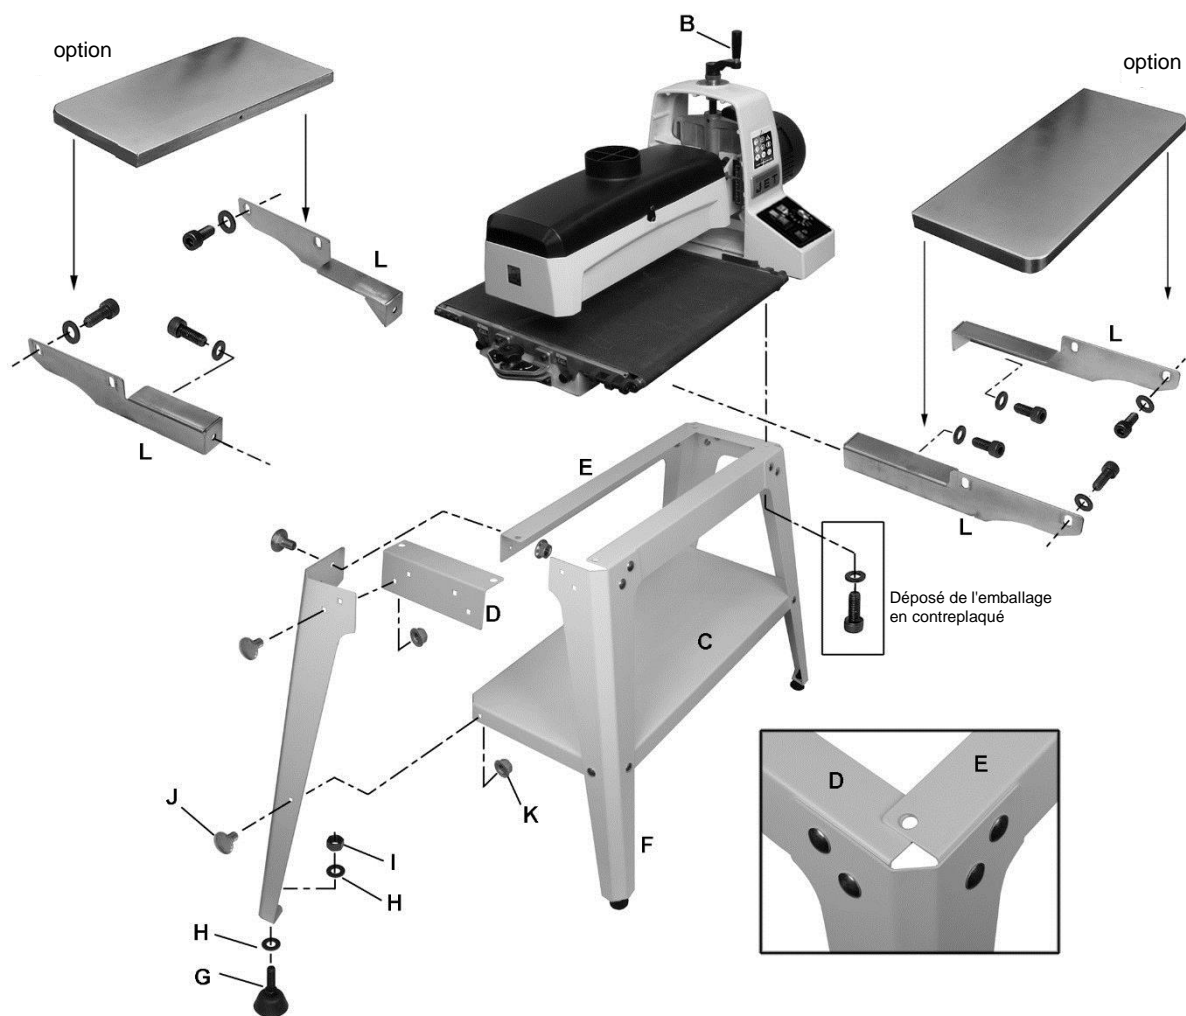

Figure 6-3: Montage
(Voir la figure 6-3. Si vous avez besoin de davantage d'éclaircissements, consultez le schéma de pièces éclaté à la fin de ce manuel.
1. Assemblez les pieds (F) à l'extérieur des rails courts (D) en utilisant les boulons bruts à tête bombée et collet carré (J) et les contre-écrous à embase (K). *Serrez uniquement à la main.*
2. Assemblez le rail long (E) à l'intérieur des pieds et en haut des rails courts (D). *Serrez uniquement à la main.* REMARQUE : La collerette d'encastrement du rail long chevauche la collerette d'encastrement du rail court. Voir encadré, Figure 6-3.
3. Tournez à l'envers le support. Installez la tablette (C) dans les pieds avec les boulons bruts à tête bombée et collet carré et les contre-écrous.
5. Insérez le pied de réglage (G) le trou en bas du pied avec les rondelles plates et l'écrou hexagonal.
1. Installez les supports d'entrée et de sortie (L, Figure 6-3) sur les trous filetés dans la base de la ponceuse avec des rondelles plates et des vis à tête à six pans creux M8x16. Veillez à ce que les supports droit et gauche soient orientés comme montré. Les supports doivent s'appuyer sur la base. REMARQUE : Les supports longs sont à l'avant (entrée); les supports courts à l'arrière (sortie).